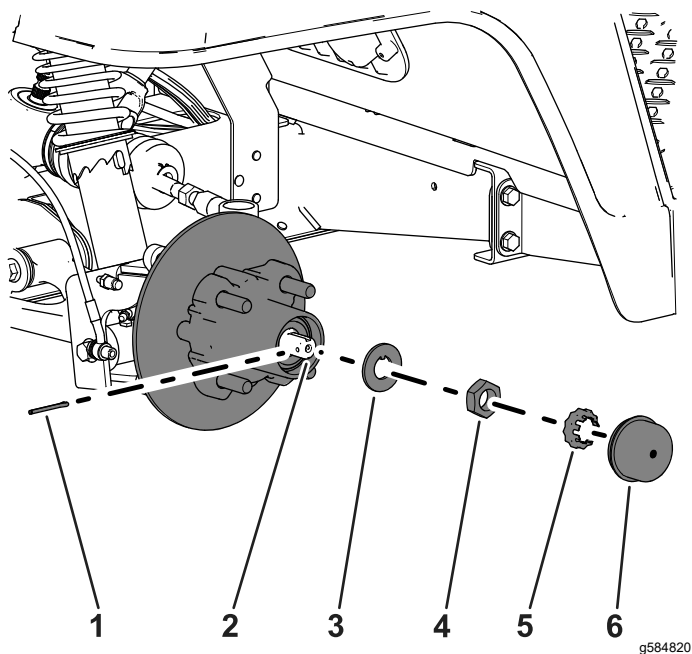
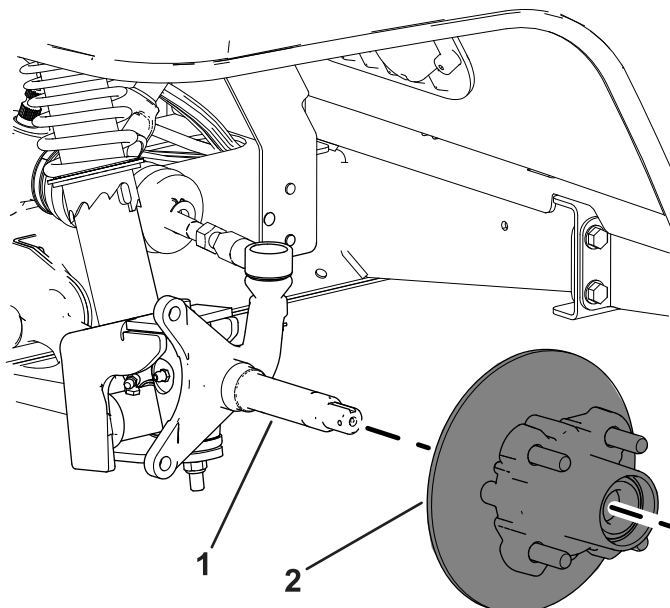

Figure 34
Figure 35
4. Déposez le couvre-moyeu du moyeu (Figure 34).
5. Retirez la goupille fendue et l'arrêt d'écrou de la fusée et de son écrou (Figure 34).
6. Retirez l'écrou de la fusée et déposez l'ensemble moyeu et disque de la fusée (Figure 34 et Figure 35).